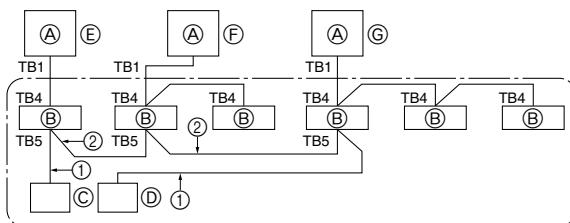

Fig. 10-1
④ Fordi enheden automatisk stopper i løbet af ca. to til tre minutter efter afslutningen af kølemiddel opsamlingen (LED1 og LED2 er tændt), skal det sikres, at gasstopventilen lukkes hurtigt. Når LED1 og LED2 er tændt og udendørs enheden er stoppet, skal væskestopventilen åbnes helt, hvorefter trin ③ gentages efter tre minutter.
⑤ Afbryd strømmen (hovedafbryder).
10. Systemkontrol (Fig. 10-1)